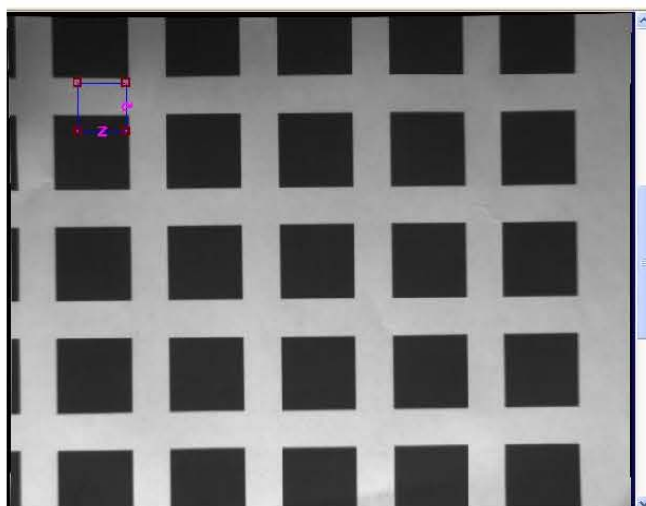

Fig. 3-36
- A. Clique no botão "Ajustar modelo" na área de visão para exibir a interface mostrada na Fig. 3-36: